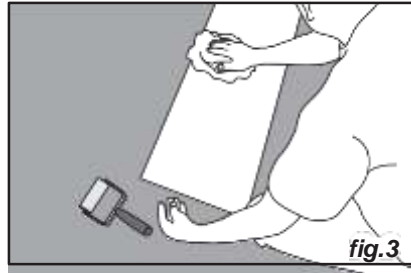

fig.3
- É importante limpar toda a superfície lisa do painel (lado da cola) utilizando um pano antes de cada sessão de colagem (fig.3).